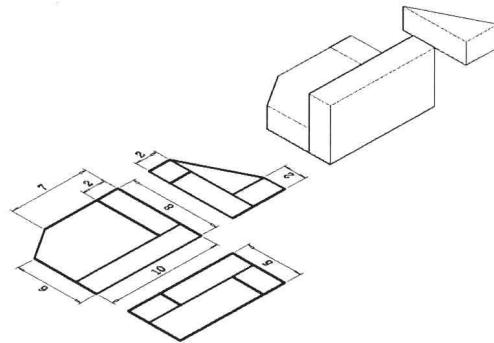

图 9-5-11
(2) 在“视图”面板中选择“西南等轴测”视图，在“建模”面板中单击“按住并拖动”按钮，创建三维实体并移动位置，如图 9-5-11 所示。